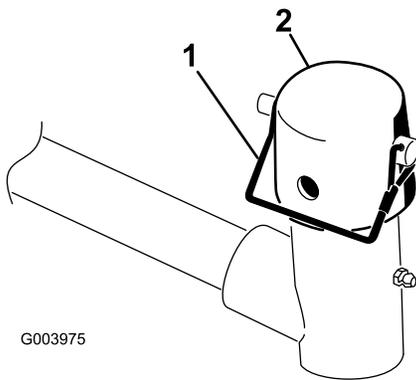

図 9
7. 昇降アームのピボットヨークからスナップピンとキャップを外す 図 9。
11. スナップピンを使って、キャップとキャリアフレームのシャフトを昇降アームのヨークに固定する。カッティングユニットをステアリングモードで使う場合はスロットを使い、固定モードで使用する場合には、穴を使う 図 9。